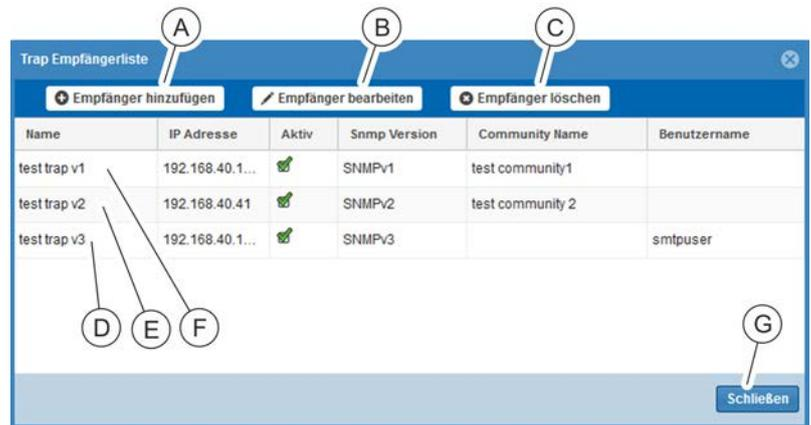

Abb. 234: Fenster "Trap Empfängerliste"
⇒ Es öffnet sich das Fenster "Trap Empfängerliste" (Abb. 234).
3. ➔ Über die Schaltfläche „Empfänger hinzufügen“ (Abb. 234/Ⓐ) Trap-Empfänger einrichten.
i Es können Trap-Empfänger mit dem SNMPv1/ SNMPv2-Protokoll (Abb. 234/Ⓔ/Ⓕ) bzw. Trap-Empfänger mit dem SNMPv3-Protokoll (Abb. 234/Ⓓ) konfiguriert werden.
4. ➔ Nach der Einrichtung der Trap-Empfänger das Fenster über die Schaltfläche „Schließen“ verlassen (Abb. 234/Ⓖ).